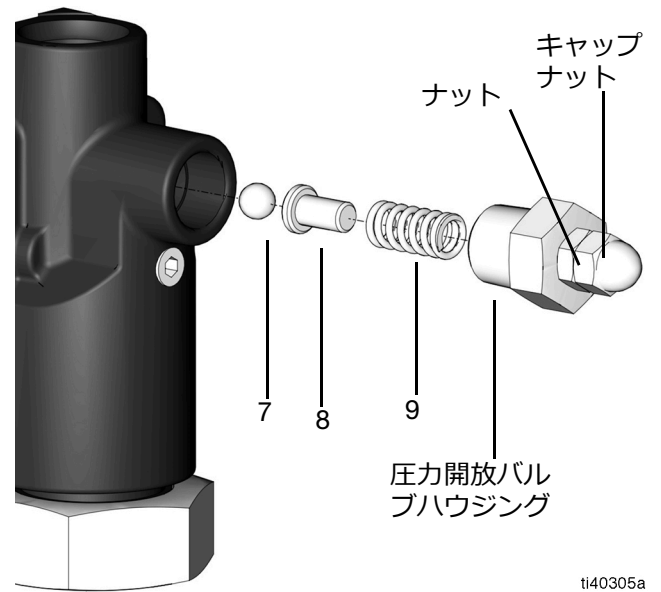

図 34
5. 圧力開放バルブハウジングを取り外します (図 34)。
6. スプリング (9) を取り外します (図 34)。
7. スプリングガイド (8) を取り外します (図 34)。
8. リリースボール (7) を取り外します (図 34)。
1. リリーフボール (7) i をポンプハウジングの所定の位置に配置します (図 34 参照)。
2. スプリングガイド (8) を交換します (図 34 参照)。
3. スプリング (9) を交換します (図 34)。
4. 圧力開放バルブハウジングをポンプハウジングに締め付けます (図 34)。